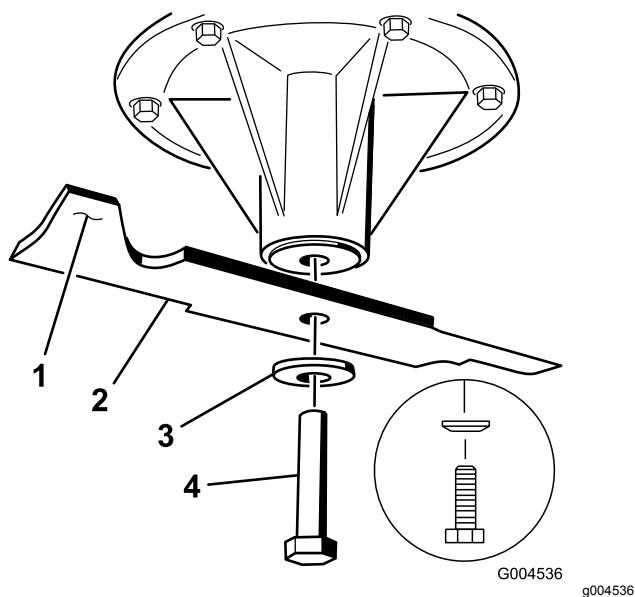

Bild 113
1. Setzen Sie das Messer auf die Spindelwelle (Bild 113).
2. Setzen Sie die Federscheibe und die Messerschraube ein (Bild 113).
Hinweis: Der Konus der Federscheibe muss bei der Installation in Richtung Schraubenkopf zeigen (Bild 113).